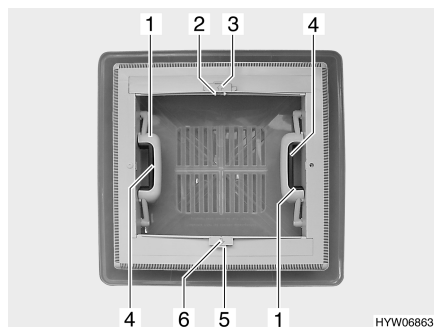

Fig. 19 Lanterneau à poussoirs
- Appuyer sur le verrou (Fig. 19,4) vers l'intérieur du lanterneau. Pousser le lanterneau simultanément vers le haut par la poignée (Fig. 19,1).
- Tirer fortement le lanterneau vers le bas par les deux poignées (Fig. 19,1) jusqu'à ce que les deux poussoirs s'encliquettent.
- Pousser le dispositif de blocage (Fig. 19,5) vers le côté extérieur du lanterneau.
- Tirer sur la poignée (Fig. 19,6) du store occultant jusqu'à toucher la poignée de la moustiquaire (Fig. 19,2) située vis-à-vis et la laisser s'enclencher.
- Appuyer sur la poignée (Fig. 19,2). Le dispositif de blocage sera alors débloqué.
- Laisser revenir lentement le store occultant en le maintenant par la poignée (Fig. 19,6).
- Pousser le dispositif de blocage (Fig. 19,3) vers le côté extérieur du lanterneau.
- Tirer sur la poignée (Fig. 19,2) de la moustiquaire jusqu'à toucher la poignée du store occultant (Fig. 19,6) située vis-à-vis et la laisser s'enclencher.
- Laisser revenir lentement la moustiquaire en la maintenant par la poignée (Fig. 19,2).